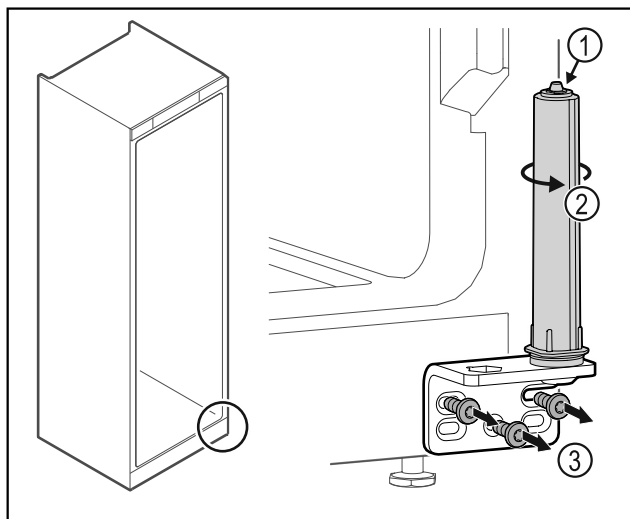

Fig. 30
- Türschließsystem Fig. 30 (1) nicht zerlegen.
- Schließsystem Fig. 30 (2) drehen, bis es klickt.
- Scharnierwinkel abschrauben Fig. 30 (3).